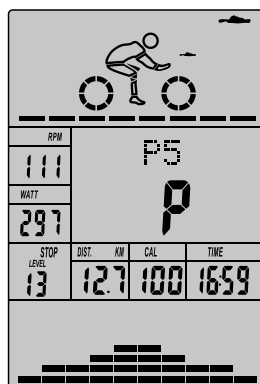

图 29
- F. 按 START/STOP 键开始运动。（如图 29）